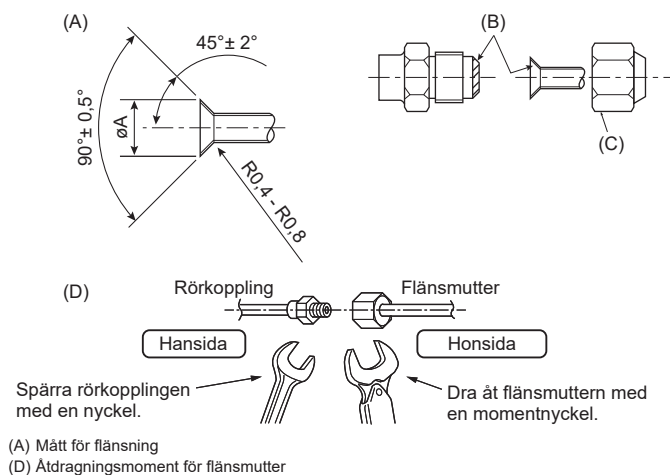

Fig. 4-1
(A)(Fig. 4-1)
(D)(Fig. 4-1)
### 4.2. Anslutningsrör (Fig. 4-1)